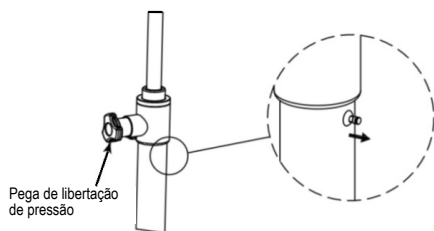

Fig. 5
3. Grua em descida: girar o manípulo de libertação da pressão no sentido anti-horário (Fig. 5), soltar o manípulo e a descarga da pressão fechará automaticamente.